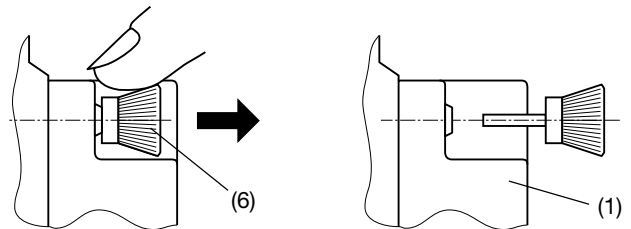

Bild 4
Zum Demontieren den gerändelten Kopf (6) der Kunststoff-Spreiznieten mit den Fingern herausziehen (Bild 4). Das Erweiterungs-Modul (1) lässt sich jetzt abnehmen.